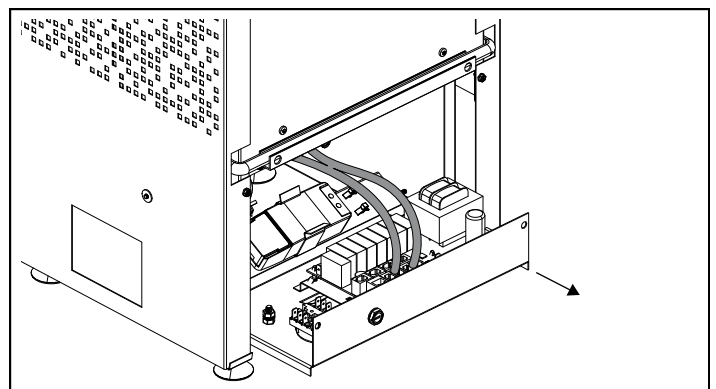
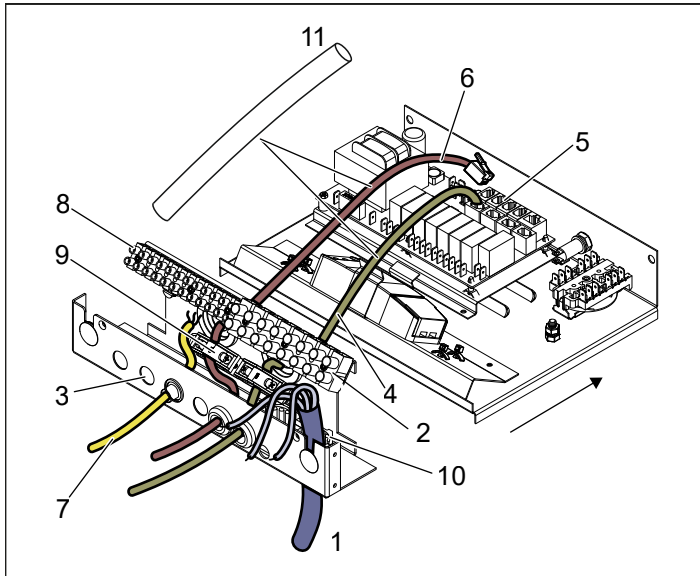
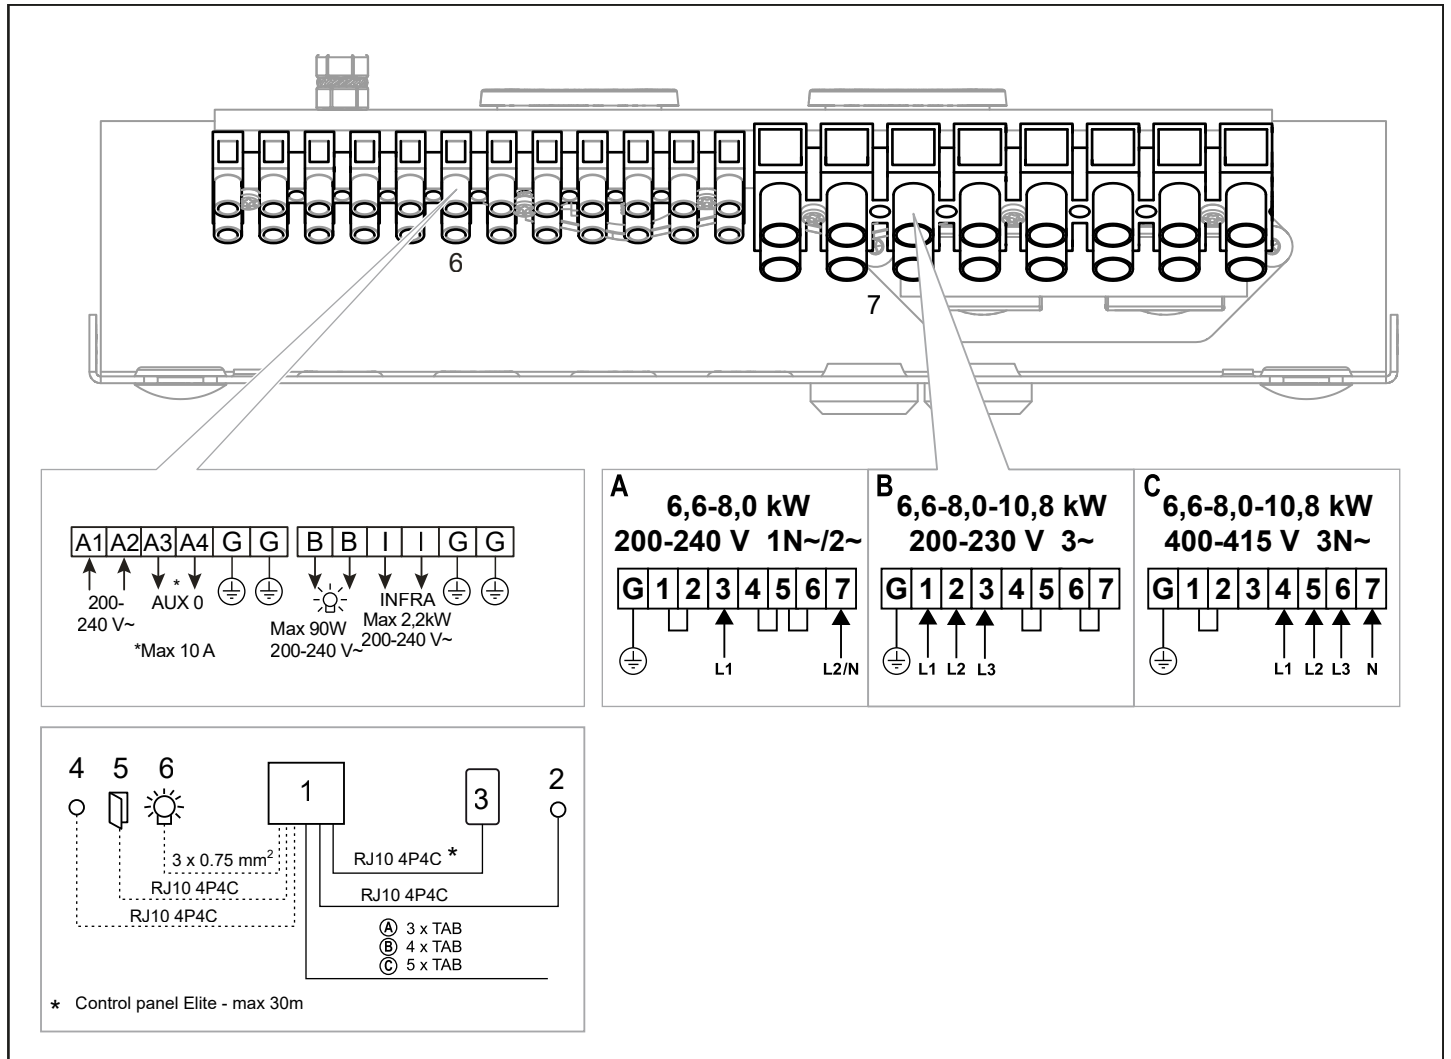
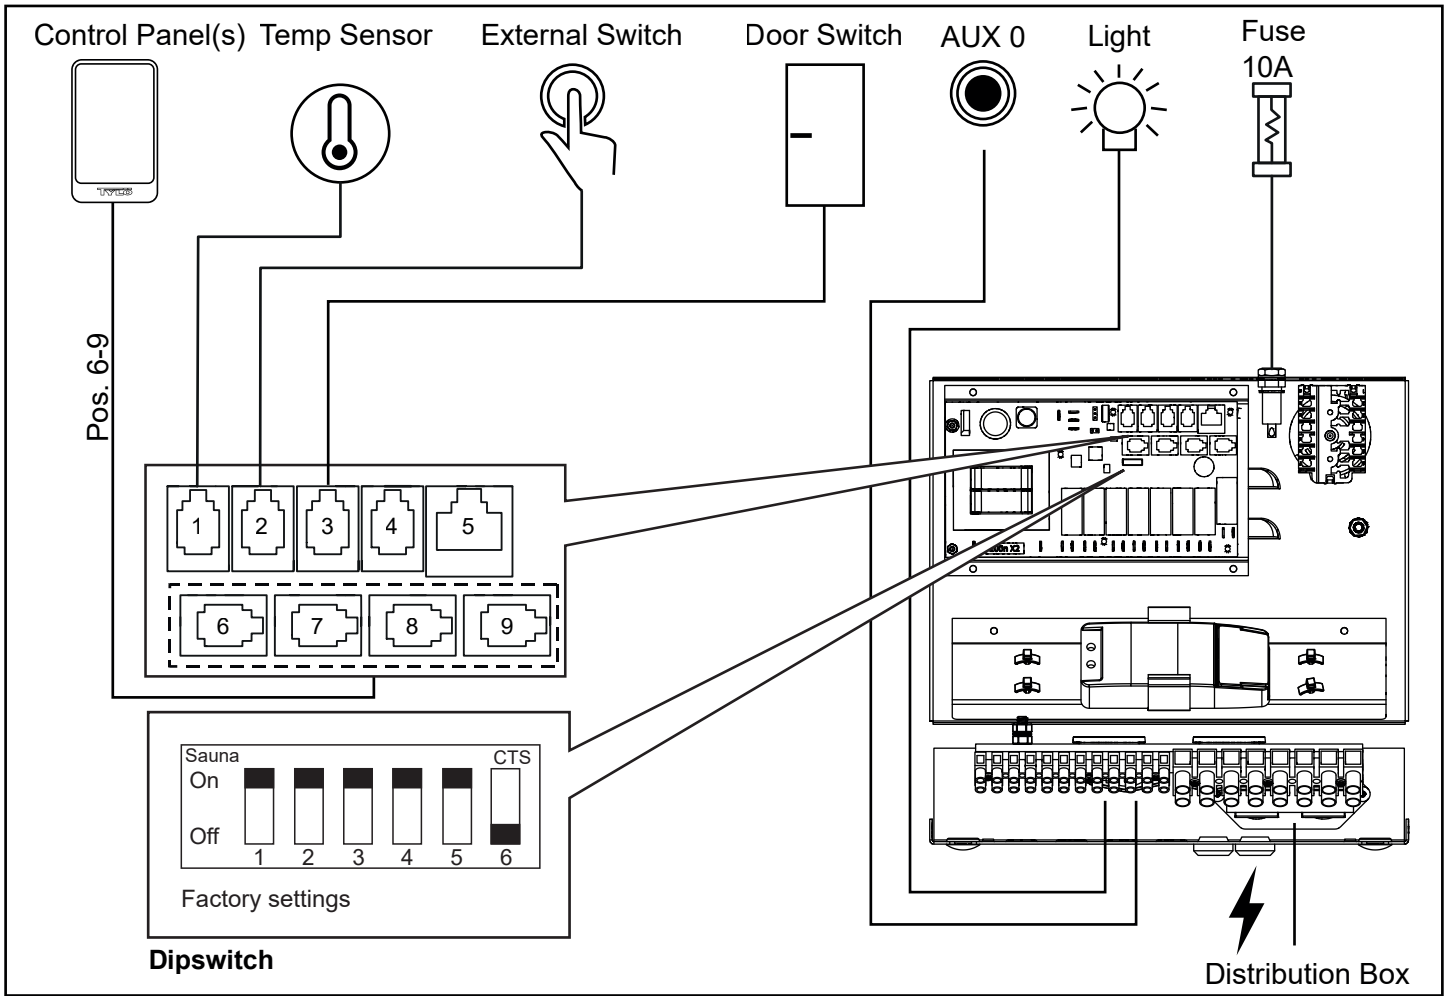

Abb. 9: Herausziehen des Einschubs für einen leichteren Zugriff
Abbildung 10: Elektrisches Fach
Abbildung 14: Schaltplan
Abbildung 15: Installationsdiagramm für Crown Elite
3. Schließen Sie das Netzkabel (siehe Abbildung 10) gemäß dem Schaltplan (siehe Abbildung 14) an.
4. Führen Sie die Kabel für das Bedienpanel und den Temperaturfühler durch die Kabeltüllen (siehe Abb. 10). Schließen Sie das Bedienpanelkabel an einen der vier RS485-Kontakte (Positionen 6–9) an (siehe Abbildung 15).
5. Verbinden Sie das Sensorkabel mit dem NTC-Kontakt auf der Leiterplatte (Position 1) (siehe Abbildung 15). Öffnen Sie den Einschub, um die Kabel zu spannen (siehe Abb. 9).
6. Schließen Sie das Lichtkabel (sofern relevant) (siehe Abbildung 10) gemäß dem Anschlussschaltplan in Abbildung 14 an.
Wenden Sie sich an den Tylö Kundendienst, bevor Sie Spannungen oder Phasennummern anschließen, die nicht im Schaltplan in Abbildung 14 abgebildet sind.